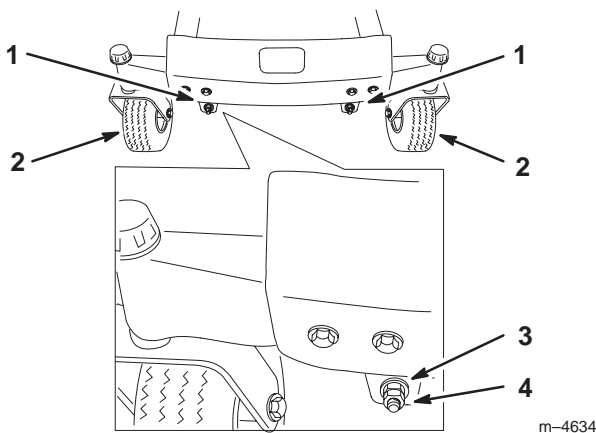

Bild 45
10. Nehmen Sie für das Einstellen der Schnittmesserneigung in Längsrichtung die Sicherungsmuttern ab. Drehen Sie dann die Einstellmuttern vorne am Mähwerk (Bild 45).
12. Kontrollieren Sie, nachdem beide Einstellmuttern gleichmäßig eingestellt worden sind, erneut die Schnittmesserneigung in Längsrichtung. Fahren Sie mit der Einstellung der Muttern fort, bis die vordere Schnittmesserspitze um 1,6–7,9 mm tiefer liegt als die hintere Spitze (Bild 45).
Hinweis: Stellen Sie nach dem Einstellen der Einstellmuttern sicher, dass die Stützstangen kein Spiel aufweisen (Bild 47). Ziehen Sie die Stangen fest, wenn ein Spiel vorhanden ist (Bild 45).